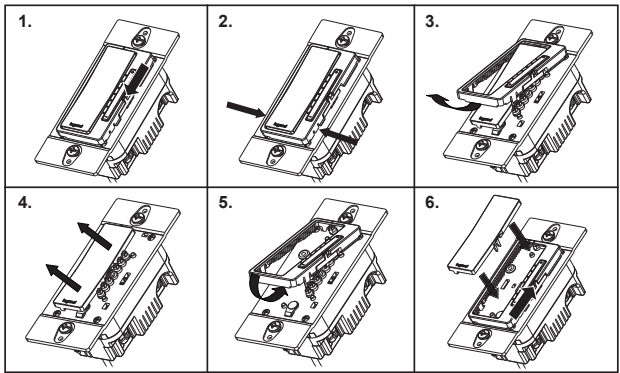

Figure 1 / Figure 1 / Figura 1
- If color change kit was provided, and a different color is desired, see the Color Change Procedure, (Figure 1), if not proceed to step #2.
- Si une trousse de changement de couleur est fournie et que vous souhaitez changer de couleur, consultez la Procédure de changement de couleur (figure 1). Sinon, passez directement à l'étape 2.